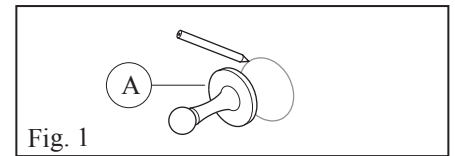

Fig. 1
1. Maintenez l'article assemblé contre le mur à l'endroit désiré et tracez le contour des plaques d'appui des embouts avec un crayon. (Fig. 1)